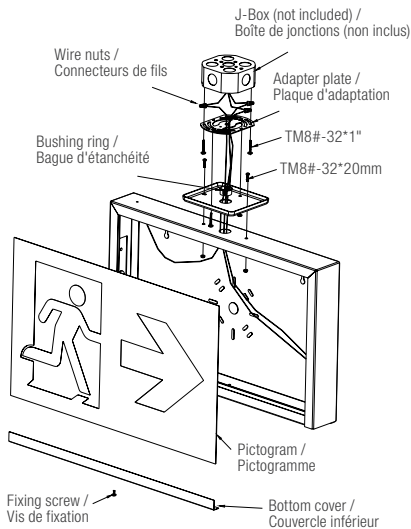

Figure 3
7. Mount fixture to the J-Box using the TM8#-32*1" (2 pcs) screws (see Fig. 3 or 4).
7. Montez l'enseigne sur la boîte de jonction à l'aide des vis TM8#-32*1 » (2 pièces) (voir Fig. 3 ou 4).